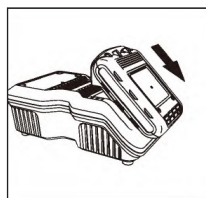

图 2
- 2) 将电池包插入充电器，确认完全插入到位（图2），有指示灯在闪烁，表示充电开始。